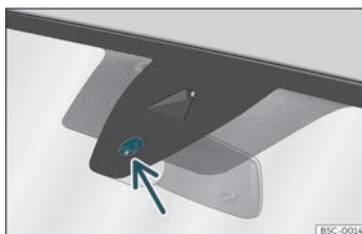

Fig. 96 Superfície sensível do sensor de chuva.
As possíveis causas de anomalias e interpretações errôneas na zona da superfície sensível >>> **Fig. 96** do sensor de chuva são, entre outras:
- Limpe regularmente a superfície sensível do sensor de chuva >>> **Fig. 96** (seta) e verifique possíveis danos nas escovas.